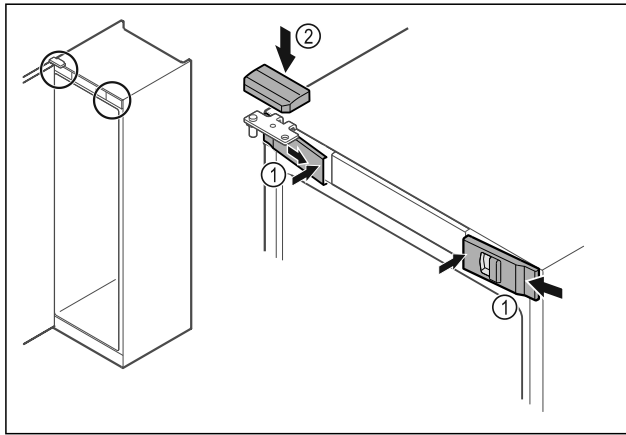

Fig. 48
- ▶ Зацепите скобу и защелкните передние крышки Fig. 48 (1) с внутренней стороны.
- ▶ Защелкните верхнюю крышку Fig. 48 (2) сверху.